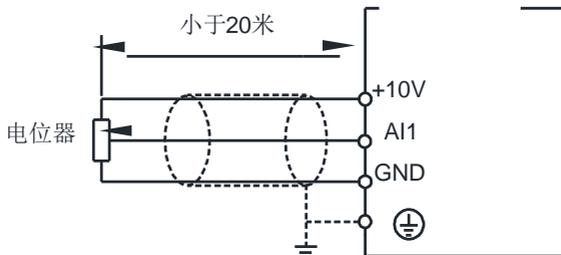
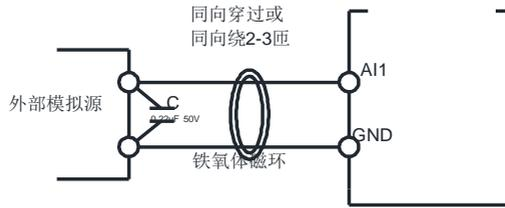

图 3-6 模拟量输入端子接线示意图
图 3-7 模拟量输入端子处理接线图
- a) 模拟输入端子：因微弱的模拟电压信号特别容易受到外部干扰，所以一般需要用屏蔽电缆，而且配线距离尽量短，不要超过 20m，如图 3-6。在某些模拟信号受到严重干扰的场合，模拟信号源侧需加滤波电容器或铁氧体磁环，如图 3-7。